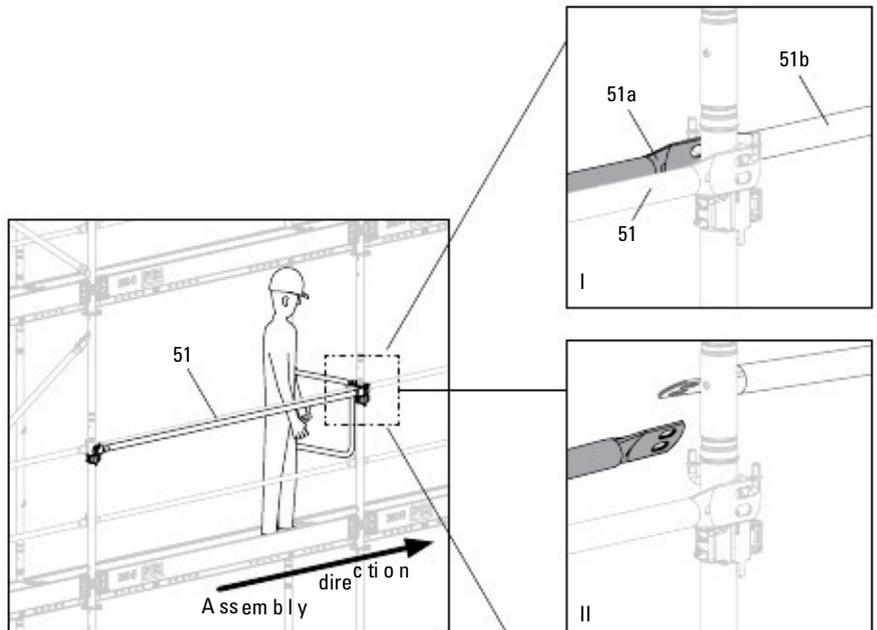

Fig. B8.01a
4. Променете реда на монтиране на предпазните парапети (51a, 51б) така, че парапетът (51a), който трябва да се демонтира, да виси свободно. (Fig. B8.01a)
5. Демонтирайте още веднъж временния парапет (51) и свързките за парапет.